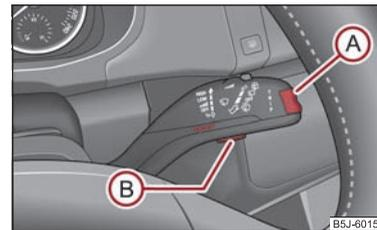

Abb. 19 Multifunktionsanzeige: Bedienelemente
- Drücken Sie die Taste  ⇒ Abb. 19. Im Informationsdisplay* wird angezeigt **Speed warning 50 km/h (Warnung bei 50 km/h)**. Diesen Wert können Sie mit Hilfe der Taste  auf einen höheren bzw. niedrigeren Wert anpassen.
Wenn Sie jetzt die eingestellte Geschwindigkeit überschreiten, wird auf dem Display angezeigt **Speed 50 km/h exceeded (Geschwindigkeit 50 km/h überschritten)**. Dieser Text wird so lange angezeigt, bis Sie die Geschwindigkeit unter den eingestellten Limit senken oder den angezeigten Text mit der Taste **(B)** ⇒ Seite 23, Abb. 19 ausschalten.